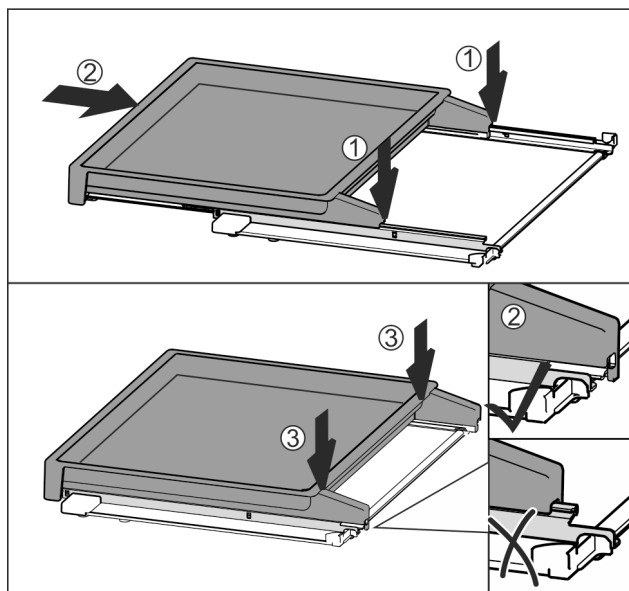

Fig. 97
- ▶ Așezați centrat pe șine Fig. 97 (1).
- ▶ Împingeți complet raftul extractibil în interior Fig. 97 (2).
- ▶ Apăsăți pe partea din spate, până când acesta se cuplează cu un zgomot specific Fig. 97 (3).